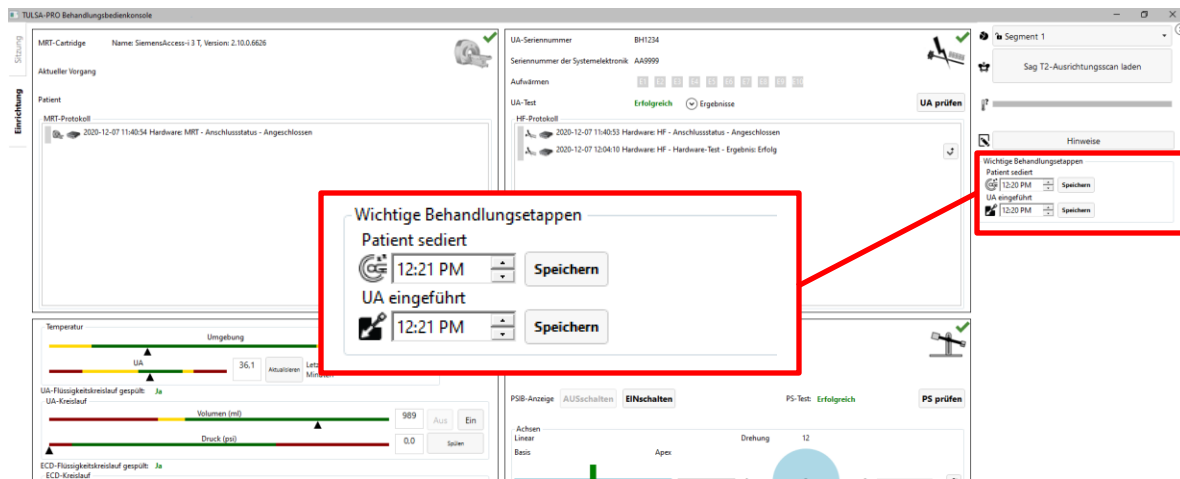

Abbildung 62: Eingeben von wichtigen Behandlungsetappen im TDC-Arbeitsbereich „Einrichtung“
1. Geben Sie im TDC Arbeitsbereich *Einrichtung* unter **Wichtige Behandlungsetappen** (Abbildung 62) den Zeitpunkt der Sedierung und des Einführens des UA ein.